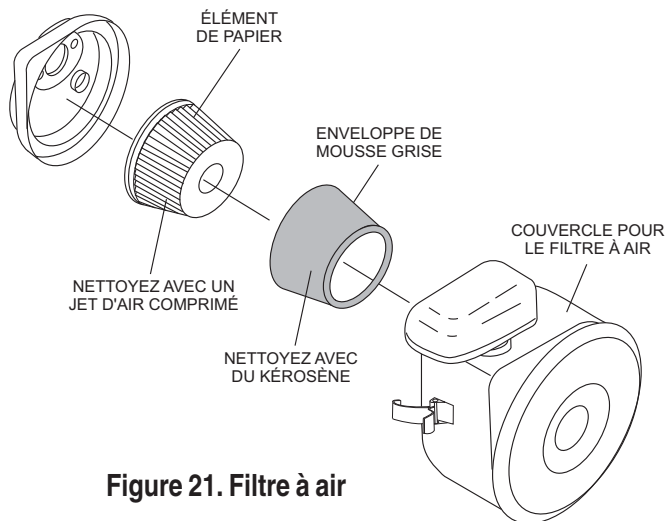

Figure 21. Filtre à air
1. Enlevez le couvercle du filtre à air et l'élément du filtre de mousse, tel qu'illustré dans la figure 21.